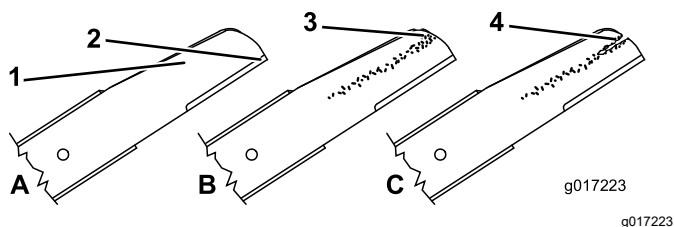

Figura 27
- Controllate i taglienti (Figura 27). Se i taglienti non sono affilati o presentano intaccature, togliete le lame ed affilatele o sostituitele.
- Controllate le lame stesse, in particolare l'area curva (Figura 27). In caso di danni, usura o scanalature nell'area, sostituite immediatamente con una nuova lama.